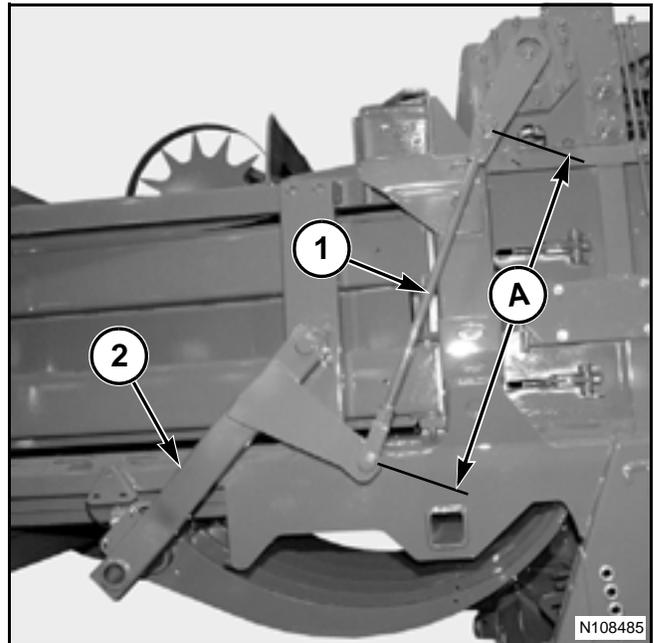

FIG. 65
FIG. 65: Si se van a instalar varillas de accionamiento de agujas nuevas (1) o un portador de agujas nuevo (2), ajuste la longitud de ambas varillas de accionamiento de agujas a una longitud inicial (A) de 1,283mm (50-1/2 pulg). Mida la separación entre las líneas de centro de los pasadores de horquilla en cada extremo. Asegúrese de que todos los ajustes de agujas sean correctos.